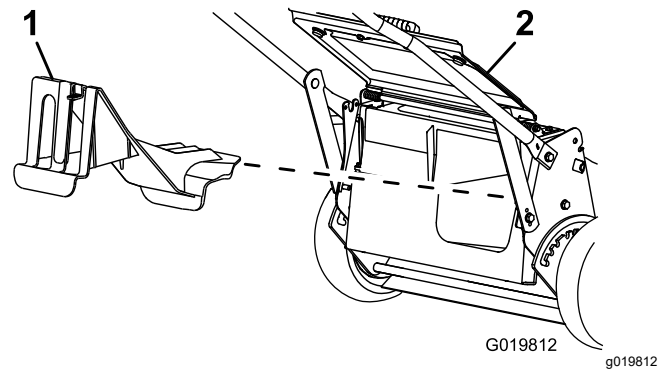

Figure 20
- Si l'obturateur d'éjection arrière n'est pas installé, saisissez-le par la poignée, relevez le déflecteur arrière et insérez-le dans la goulotte d'éjection arrière jusqu'à ce que le dispositif de verrouillage s'enclenche ; voir Figure 20.